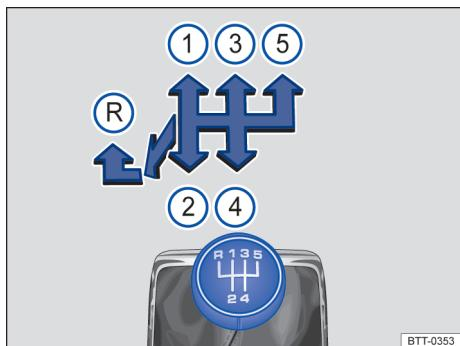

Fig. 83 Esquema de troca de marchas da transmissão manual de 5 marchas.
As posições de cada marcha estão representadas na alavanca de troca de marcha → Fig. 83.
- Empurrar a alavancinha de troca de marcha totalmente para a esquerda e depois para frente até a posição da marcha a ré → Fig. 83 (R).